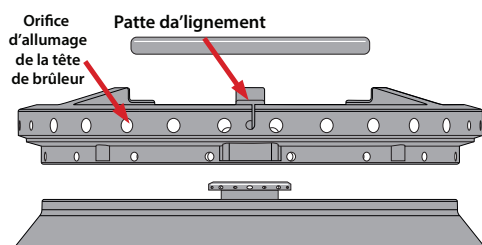

Figure 33 : Orifices d'allumage des têtes de brûleur
1. Soulever le capuchon de la tête de brûleur avant de nettoyer les têtes et les orifices d'allumage (Voir Figure 33).